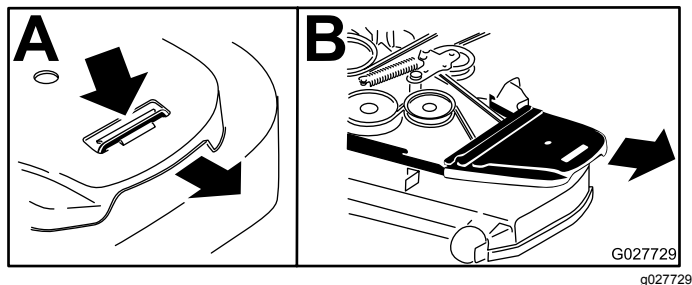

Figure 88
4. Retirez les couvercles de courroie (Figure 88).